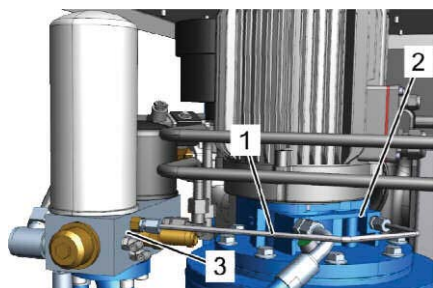

Рис. 43: Обратный трубопровод
Отсоедините обратный трубопровод (Рис. 43/1) на корпусе сепаратора (Рис. 43/3) и ступени компрессора (Рис. 43/2).
6. Очистите обратный трубопровод (Рис. 43/1) и сопло, при необходимости замените их оригинальными запчастями (☞ Приложение D «Список запчастей» на странице 125).
7. Снова установите сопло и обратный трубопровод (Рис. 43/1) на место и затяните резьбовые соединения (☞ Приложение B «Моменты затяжки винтов» на странице 120).